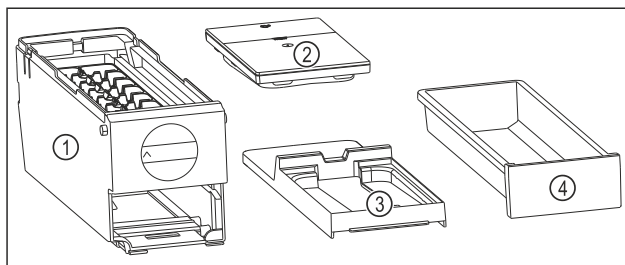

Fig. 93 Součásti EasyTwist-Ice
- ▷ EasyTwist-Ice je rozebrán na čtyři části. (viz Fig. 93)
- EasyTwist-Ice rozebírejte pouze na zobrazené součásti. (viz Fig. 93)
- Korpus EasyTwist-Ice Fig. 93 (1) vyčistěte jako celek.